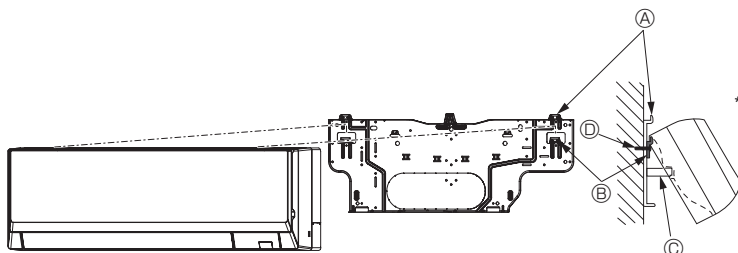

Fig. 3-13
- Si l'appareil intérieur ne peut être suspendu et soulevé à l'aide du crochet classique (la dimension de 2.1. ⓐ (espacement entre le plafond et l'appareil) est de 75 mm ou moins), suspendez l'appareil sur le crochet inférieur du tuyau gauche. (Fig. 3-13)
#### (Fig. 3-13)